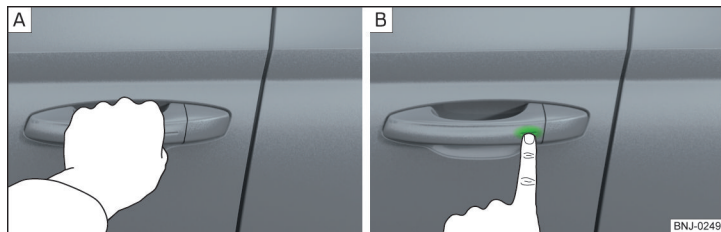

Fig. 45 Descuierea/încuierea autovehiculului
► Trageți de mânerul portierei, pentru a **descuia** autovehiculul » fig. 45 - **A**.
► Pentru a **încuia** autovehiculul, atingeți cu degetul senzorul din mânerul portierei » fig. 45 - **B**.
► În 5 s atingeți cu degetul senzorul de la mânerul portierei » fig. 45 la pagina 54 - **B**. Dezactivarea este confirmată printr-o singură aprindere a luminilor de semnalizare.